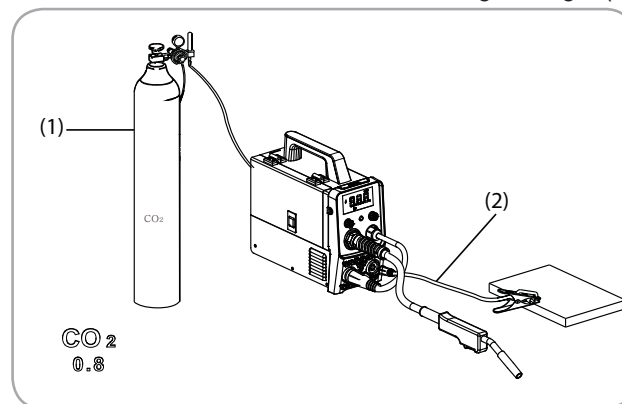

Fig.9
- Se va conecta aparatul la butelia cu gaz și se va regla debitul Fig 9 (1)
- Electrocul se va monta la terminalul negativ Fig 9 (2)